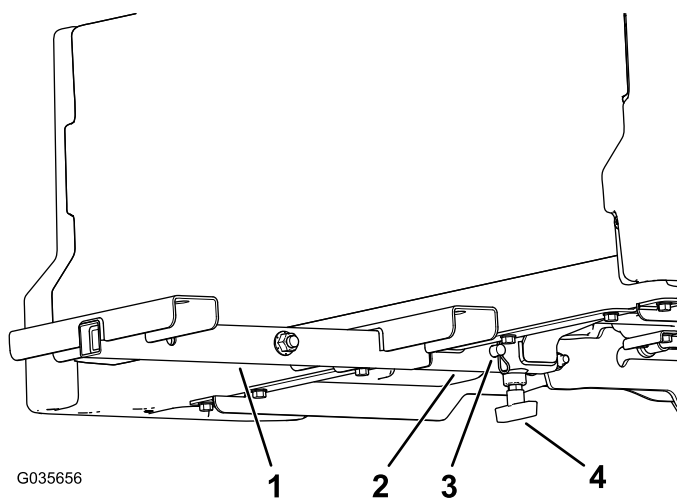

Рисунок 5
- Ослабьте Т-образную рукоятку на сцепном приемном устройстве грузового кузова (Рисунок 5).
- Вставьте монтажную трубу в сцепное приемное устройство грузового кузова и закрепите ее с помощью шплинтуемого штифта (1/2 x 2 дюйма) и игольчатого шплинта (Рисунок 5).
- Затяните Т-образную рукоятку на сцепном приемном устройстве грузового кузова (Рисунок 5).